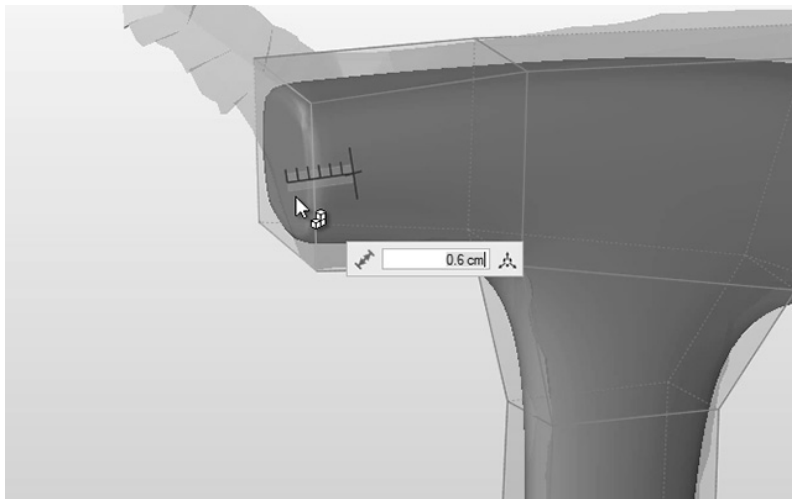

图 15-17
1) 单击并拖动桥体顶部的面使其扩大，如图 15-17 所示。